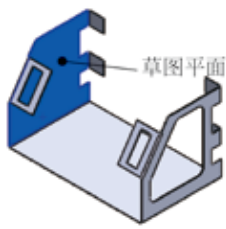
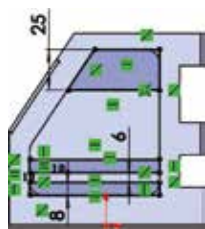

图 5.309 草图平面
图 5.310 截面草图
选择 **钣金** 功能选项卡中的  按钮，在系统提示下选取如图 5.309 所示的模型表面作为草图平面，绘制如图 5.310 所示的截面草图。在“切除 - 拉伸”对话框 **方向 1 (D)** 区域的下拉列表中选择 **给定深度**，选中 ☒ **与厚度相等 (E)** 与 ☒ **正交切除 (N)** 复选框，单击  按钮，完成“切除 - 拉伸 5”的创建。